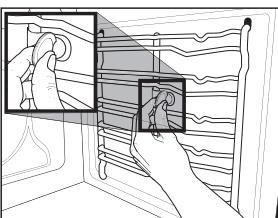

Fig. 4
1. Verwijder de schroeven en de bijbehorende plaatjes rechts en links, met behulp van een munt of een gereedschap (Fig. 4).